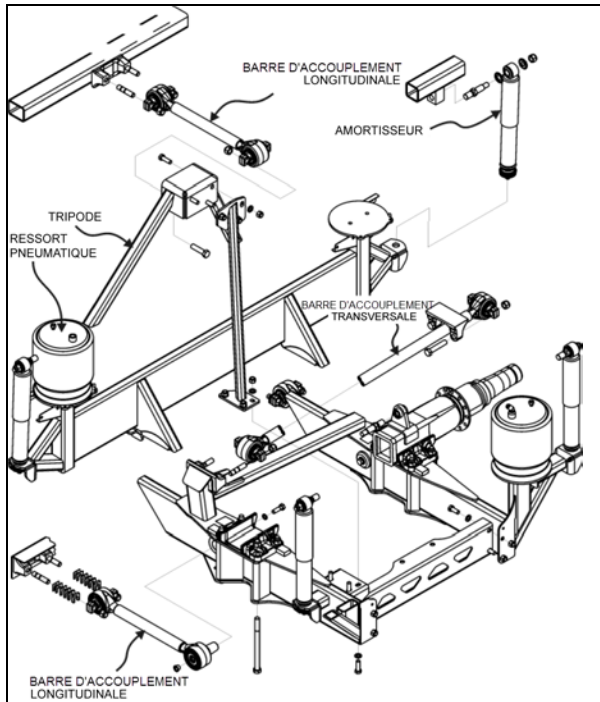

FIGURE 37 : ESSIEU MOTEUR, DÉTAILS DE LA SUSPENSION ARRIÈRE
1. Enlever les écrous et rondelles des amortisseurs sur le goujon de montage supérieur et le support de montage inférieur. Identifier les rondelles intérieure et extérieure en vue de la repose. Se reporter à Figure 37 pour les détails.